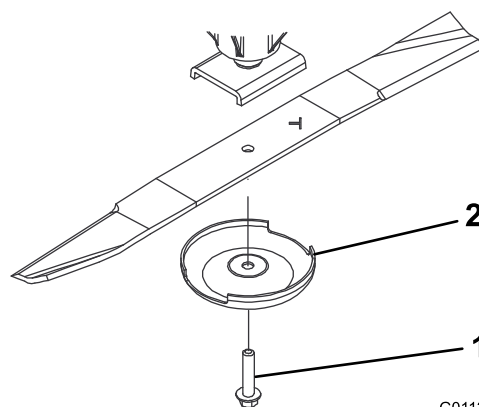

Figure 72
3. Tenez la lame par son extrémité avec un chiffon ou un gant épais et enlevez le boulon, la coupelle de protection et la lame de l'axe de pivot (Figure 72).
4. Montez la lame, ailette vers le plateau de coupe, et fixez-la avec la coupelle de protection et le boulon (Figure 72).